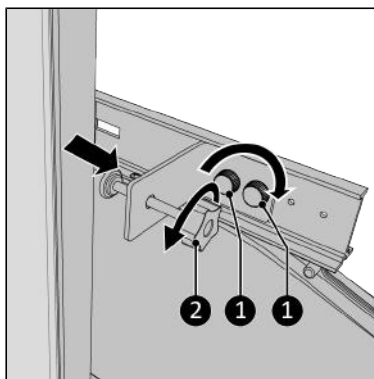

Figure 168.
13. Resserrez complètement la vis de fixation (Figure 168, pos. 2).
15. Vissez le support de fixation sur le rail principal au moyen des deux vis à bouton (Figure 168, pos. 1).